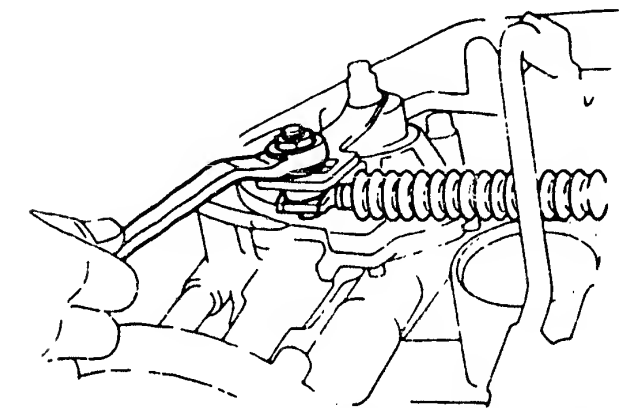

Bild 67a 2,0 GT ab 85: Einstellung des Wählhebelzuges am Automatikgetriebe.
c) Der **Wählhebelzug** lässt sich am Hebel beim Getriebe einstellen (Bild 67a). Der Hebel ist ganz nach rechts an den Anschlag und dann um zwei Positionen zurückzustellen. Während der Wählhebel im Fahrzeuginnern in der «N»-Position leicht nach vorn gedrückt wird (gegen «R»), ist der Seilzug am Getriebehebel zu fixieren.